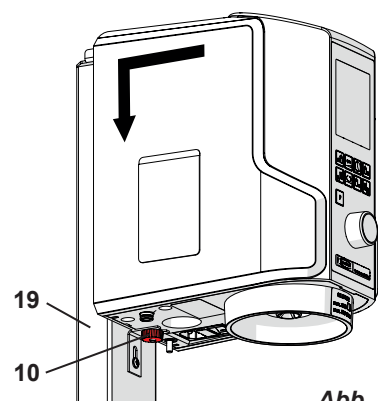

Abb. 3
- ⇒ Gerät mit Rändelmutter (10, Abb. 3) sichern.